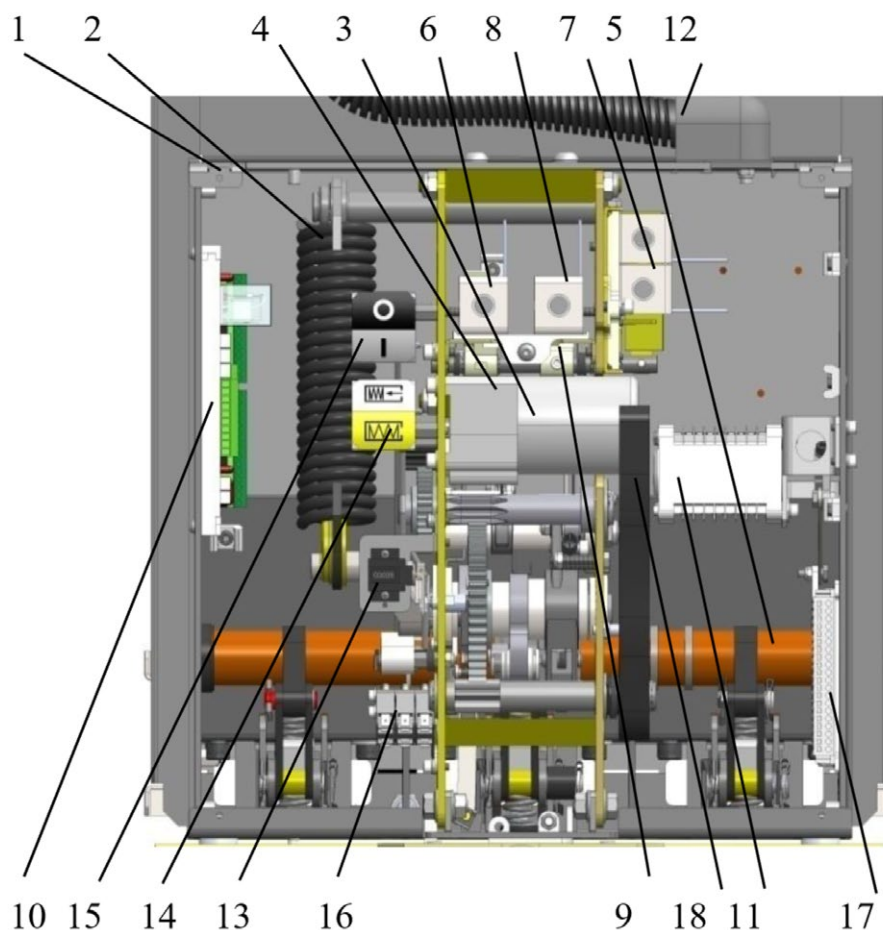

Рисунок 3 – Механизм привода выключателя.
Механизм привода выключателя (рисунок 3) представляет собой раму 1, на которой смонтированы все составные части выключателя, обеспечивающие размыкание и замыкание контактов ВДК с характеристиками, необходимыми для нормального функционирования выключателя.
1.4.1.6.4 Блокировка от повторного включения препятствует подаче команды на повторное включение выключателя в отключенном положении. Блокировка реализована на плате управления 10 (рис. 3) в схеме цепей управления выключателем (Приложение В). Она препятствует подаче команды на электромагнит включения в дистанционном режиме.
Блок-контакты положения выключателя 11 и блок-контакты положения пружины включения 16 (рис. 3) расположены в приводе выключателя. Технические характеристики блок-контактов представлены в таблице 3.